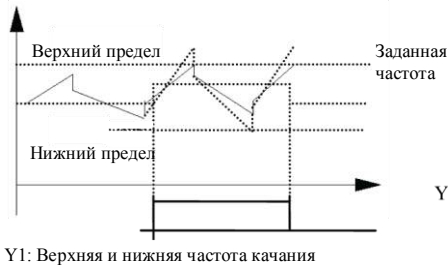

Рис.7-22 Предел амплитуды качания
- 20. Сигнал останова преобразователя частоты из-за низкого напряжения (LU).** Если частотный преобразователь работает, а напряжение шины постоянного тока ниже предельного значения, выдает индицирующий сигнал.
- 28. Верхний и нижний пределы частоты качания.** Если после выбора функции качания диапазон отклонения частоты рассчитанный по центральной частоте превышает верхний предел F01.11 или ниже нижнего предела F01.12, выдается индицирующий сигнал, как показано на Рис. 7-22.